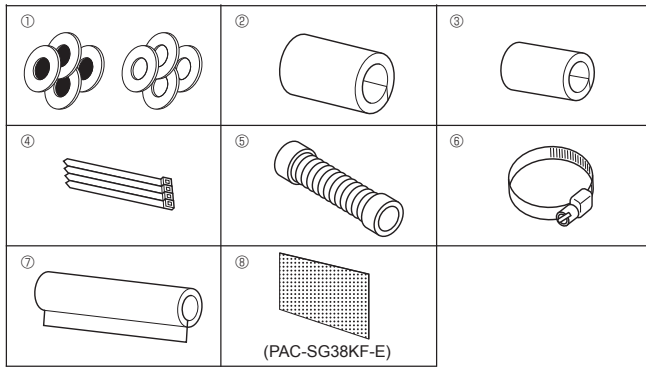

Fig. 3-1
3.1. Überprüfung des Zubehörs der Innenanlage (Fig. 3-1)